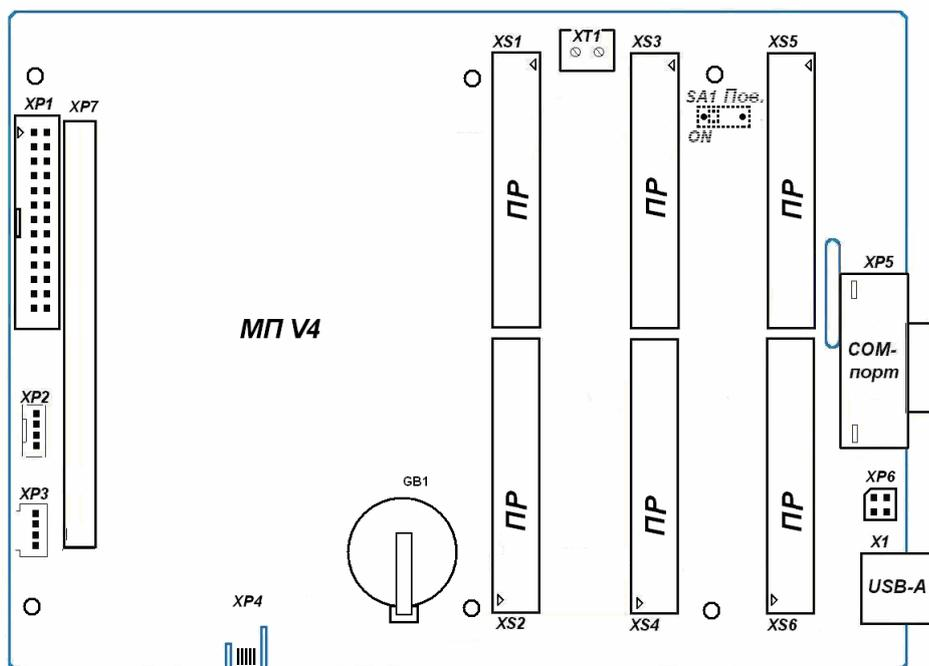

Рисунок 1.1
Ниже даны краткое описание и рекомендации по установке в настоящее время плат расширения и функционально связанных с ними устройств. Расположение слотов на материнской плате системного блока СБ-04 приведено ниже (см. Рисунок 1.1).
- подключение МПД к выведенному на правую боковую стенку системного блока разъёму XP5 COM-порта (см. Рисунок 1.1);